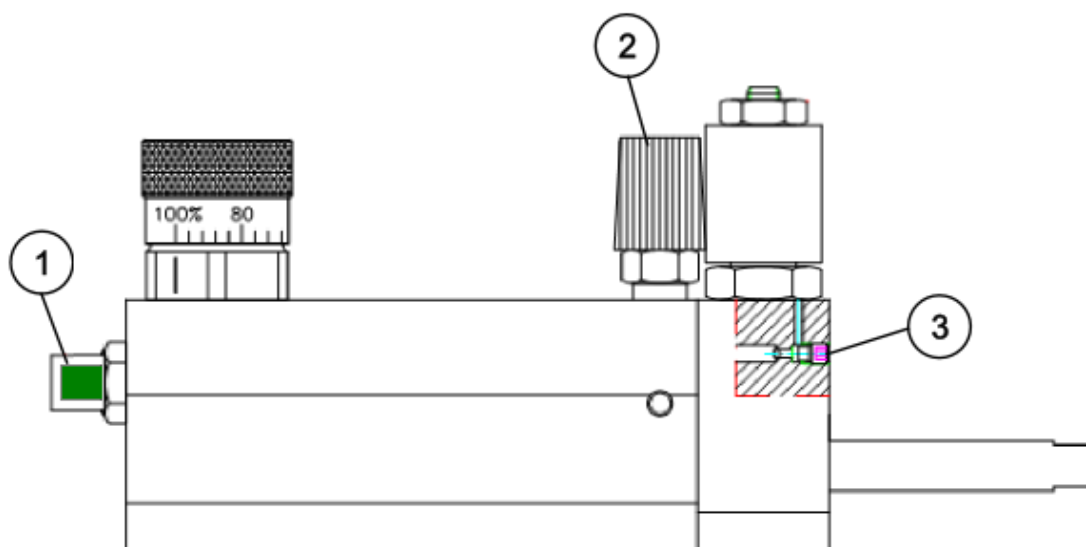

Fig. 15.
1. Kontrollera oljenivån i den hydrauliska matningskontrollen genom att kontrollera den gröna nivåindikatorn, se Fig. 15. Pos. 1 på sidan 14. Vid max oljenivå är indikatorn helt synlig, och när ca. 2 – 3 mm är synlig är det lämpligt att fylla på olja. Om den gröna indikatorn av misstag har tryckts in återställs den genom att manuellt dra ut den igen. För att få grepp om indikatorn kan den sexkantsförsedda bygelns lossas. För oljepåfyllning, se stycket "Oljepåfyllning av matningskontrollen".
2. Om den gröna nivåindikatorn, se Fig. 15. Pos. 1, av någon anledning är fullt synlig vid oljepåfyllningen skall indikatorn tryckas in manuellt.
3. Anslut en oljespruta till oljepåfyllningsventilen, se Fig. 15. Pos. 2, och fyll med olja tills den gröna nivåindikatorn Pos. 1 är helt ute igen. Obs! Avbryt oljepåfyllningen strax innan den gröna nivåindikatorn är fullt ute för att undvika ett övertryck i systemet.
4. När matningskontrollen har varit demonterad eller om luft har kommit in i oljesystemet måste systemet avluftas vid oljepåfyllningen. Matningskontrollen måste då vändas så att kolvstången riktas uppåt vid oljepåfyllningen och avluftningen sker med avluftningsskruven, se Fig. 15. Pos. 3. Obs! Kolvstången skall vara helt intryckt under oljepåfyllningen. Börja påfyllningen med avluftningsskruven Pos. 3 öppen och när en luft fri oljestråle kommer ut stänges avluftningsskruven. Fyll sedan olja tills den gröna nivåindikatorn Pos. 1 är helt ute.